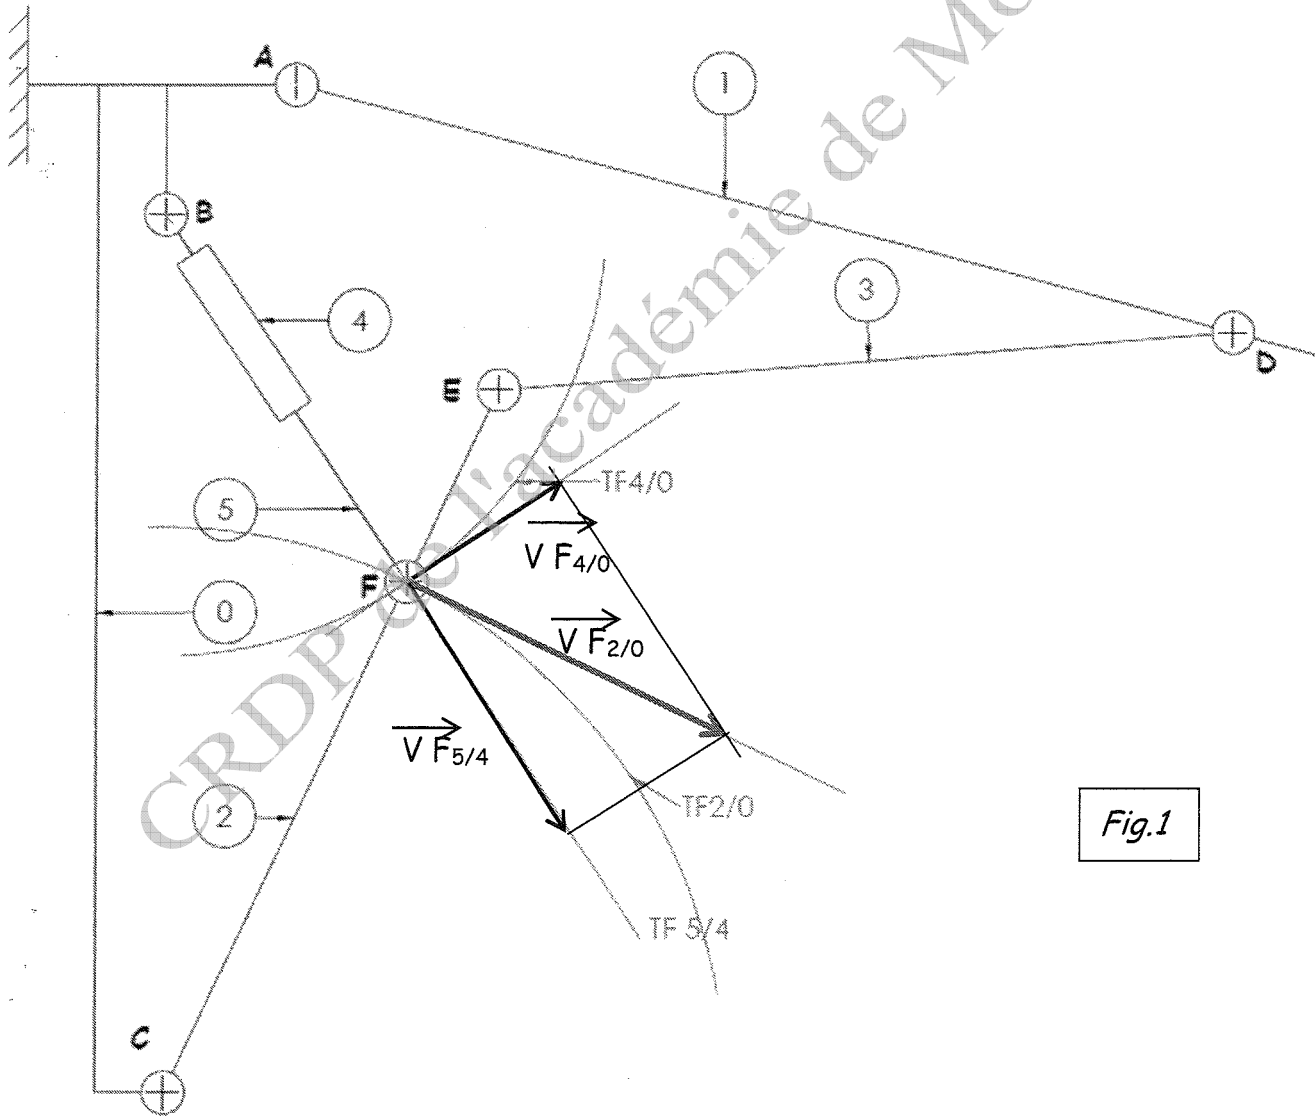

Fig.1
2.4 - Tracer les trajectoires des points identifiés sur la fig.1 .